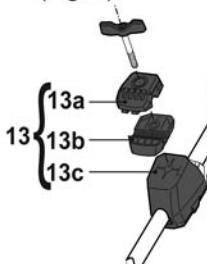

Fig. 1
- > Retire la cubierta (13a) y la bandeja (13b) del soporte inferior (13c) (Fig.1).